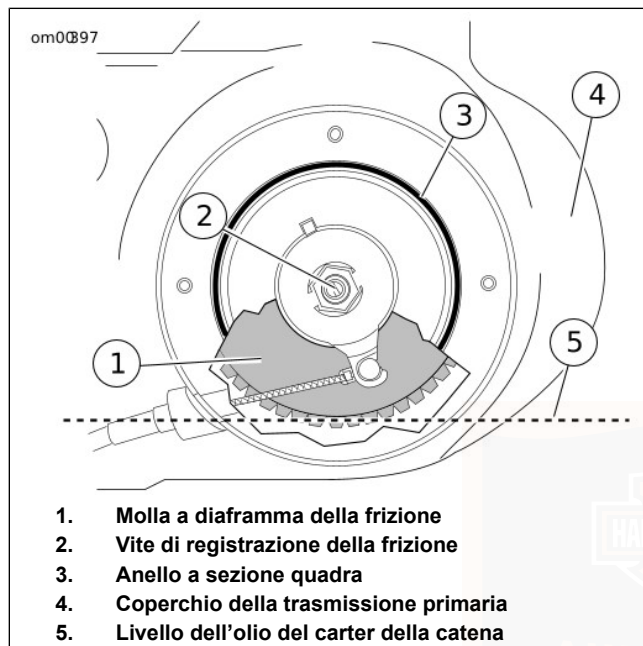

Figura 41. Livello dell'olio del carter della catena
6. Vedere Figura 41. Controllare che il livello dell'olio sia all'altezza della base della molla a diaframma della frizione.
11. Vedere Figura 41. Aggiungere 0,95 L (1.00 qt) di OLIO PER CAMBIO E CARTER DELLA CATENA DELLA TRASMISSIONE PRIMARIA FORMULA+ (N^o codice 98851-05, confezione da un quarto) attraverso l'apertura sul coperchio di accesso alla frizione finché l'olio non arrivi alla base della molla a diaframma della frizione.